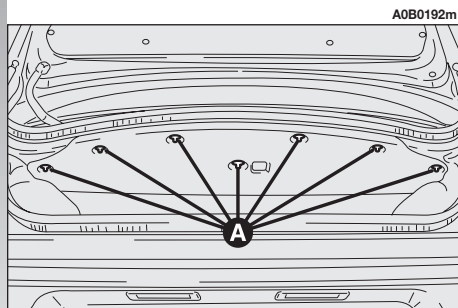

fig. 48
- Dévisser les boutons de fixation (**A-fig. 48**) jusqu'à ce qu'ils se détachent et baisser le revêtement.